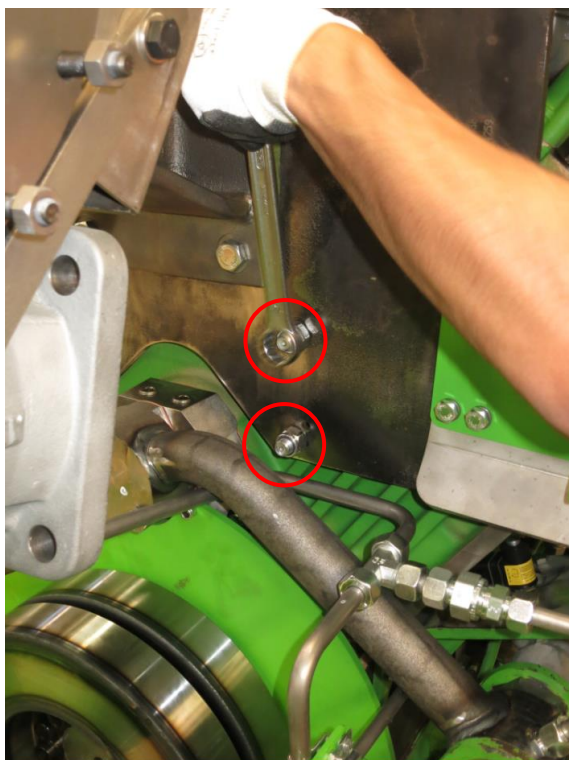

Abbildung 6: Tausch der Stiftschrauben
- ✓ Demontage der bisherigen Stiftschrauben, siehe Abbildung 6
- ✓ Montage der neuen Stiftschrauben (M16x50 – TL608383), siehe Abbildung 6